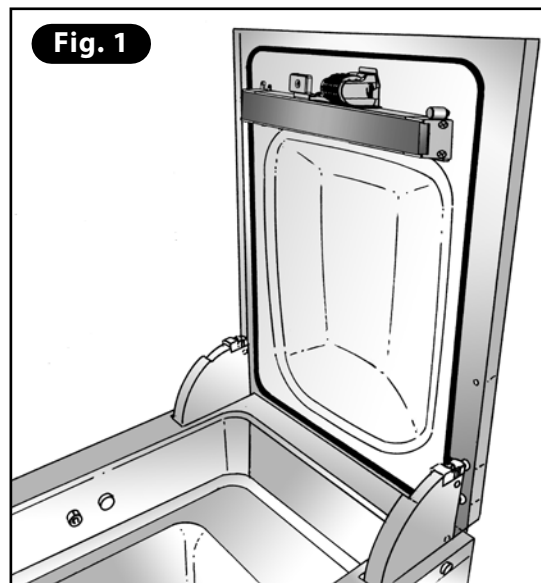

Fig. 1
- 1) Aprire il coperchio in plexiglass in posizione di massima apertura (95°) (Fig. 1).
- 1) Aprire il coperchio in plexiglass in posizione di massima apertura (95°) (**Fig. 1**).